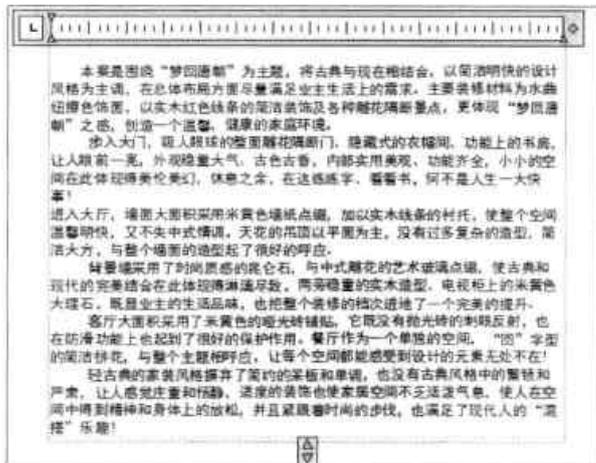

图8-34 完成文本调用
Step 04 选择好后单击“打开”按钮，可完成外部文本的插入，如图8-34所示。